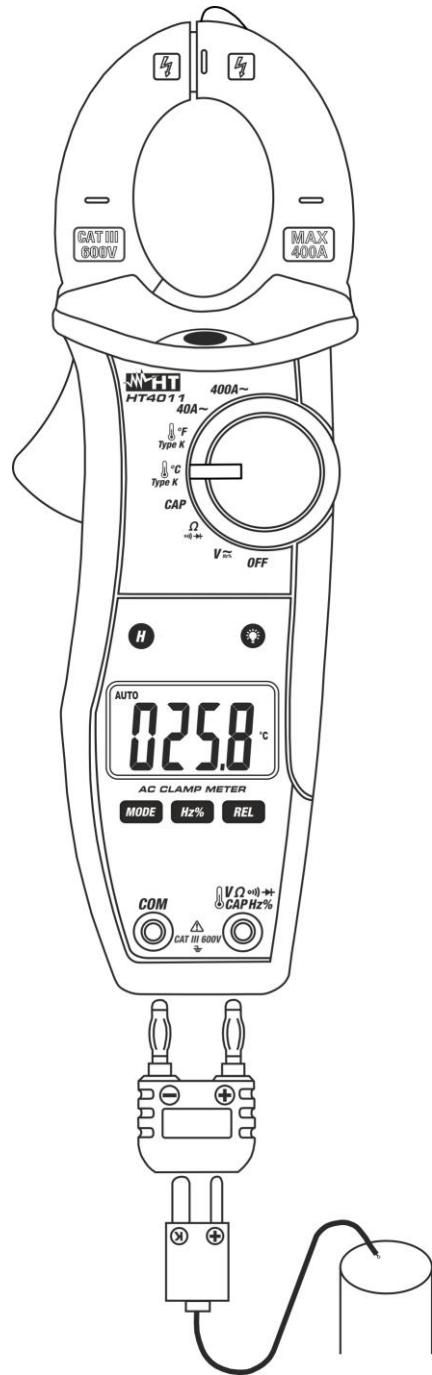

Abb. 9: Verwendung der Zange für Temperaturmessung
2. Verbinden Sie den mitgelieferten K-Typ Drahtfühler mit der VΩ CAP Hz% und COM Eingangsbuchse mithilfe des entsprechenden Adapters. Achten Sie dabei auf die Polarität, die in Abb. 9 angegeben ist. Der Temperaturwert erscheint auf dem Display.